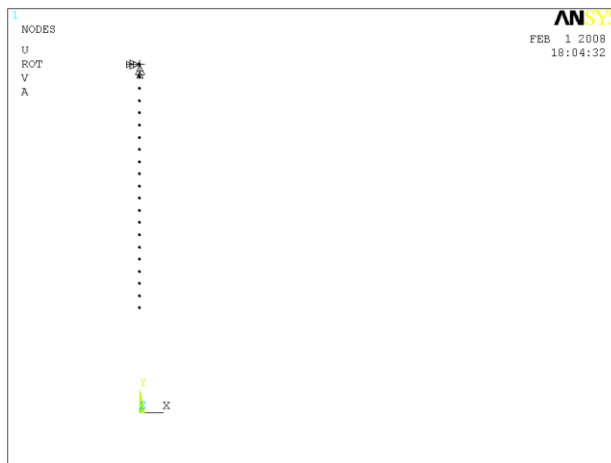

Рисунок 67. Результат выбора узловых точек линии L7
6. Нажать кнопку *OK* (Рисунок 67).